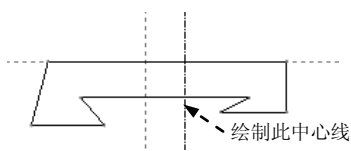

图 5.2.22 绘制中心线
- 选择下拉菜单 **草绘(S)** → **线(L)** → **中心线(C)** 命令,绘制图 5.2.22 所示的中心线。